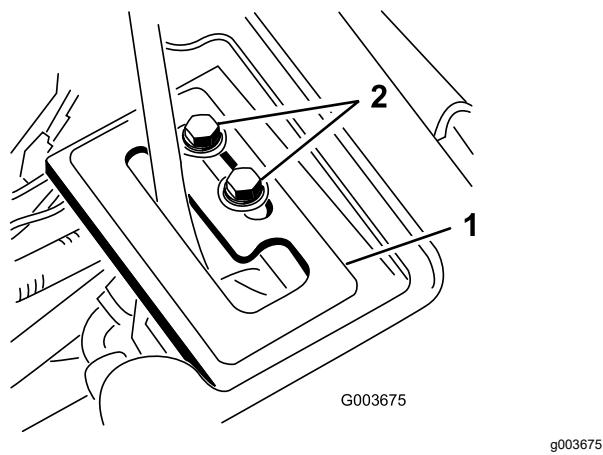

Figura 26
1. Inserte la placa de guía de la palanca por encima de la palanca de elevación y sujetela provisionalmente al bastidor con 2 tornillos con arandela prensada y arandelas (Figura 26).
7. Con el motor en marcha y la palanca de elevación en la posición **Flotar**, desplace la placa de guía de la palanca hasta que el cilindro de elevación pueda ser extendido y retraído con la mano (Figura 26).
8. Apriete ambos tornillos de montaje de la placa de guía de la palanca de elevación para afianzar el ajuste (Figura 26).